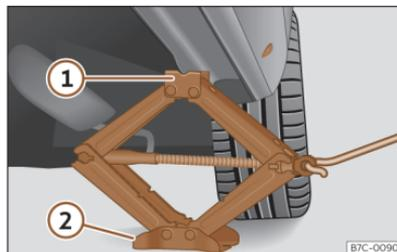

Abb. 236 Längsholm: Wagenheber ansetzen.
- Drehen Sie die Kurbel des unter dem Aufnahmepunkt des Längsträgers befindlichen Wagenhebers, bis sich die Nase  >>> (Abb. 236) unter der vorgesehenen Einföhrung befindet.